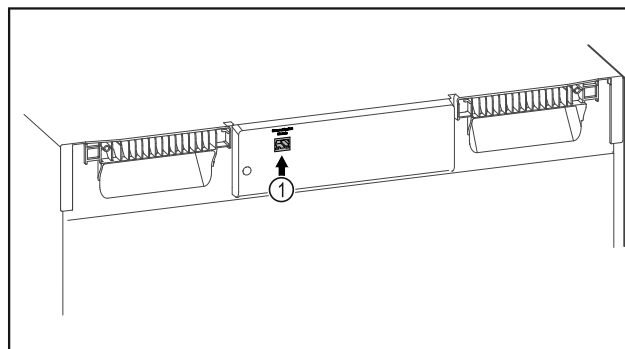

Fig. 131
- SmartModule Fig. 131 (1) ir ievietots.